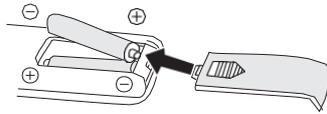

Fig. 2
2. Introduceți bateriile și asigurați-vă că acestea sunt poziționate așa cum este indicat în fig. 2.